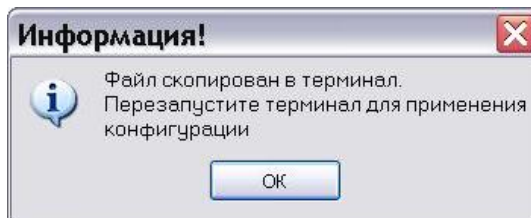

Рисунок 6.6
6.3.4 По окончании копирования отображается информационное окно **Файл скопирован в терминал. Перезапустите терминал для применения конфигурации** (см. рисунок 6.6).